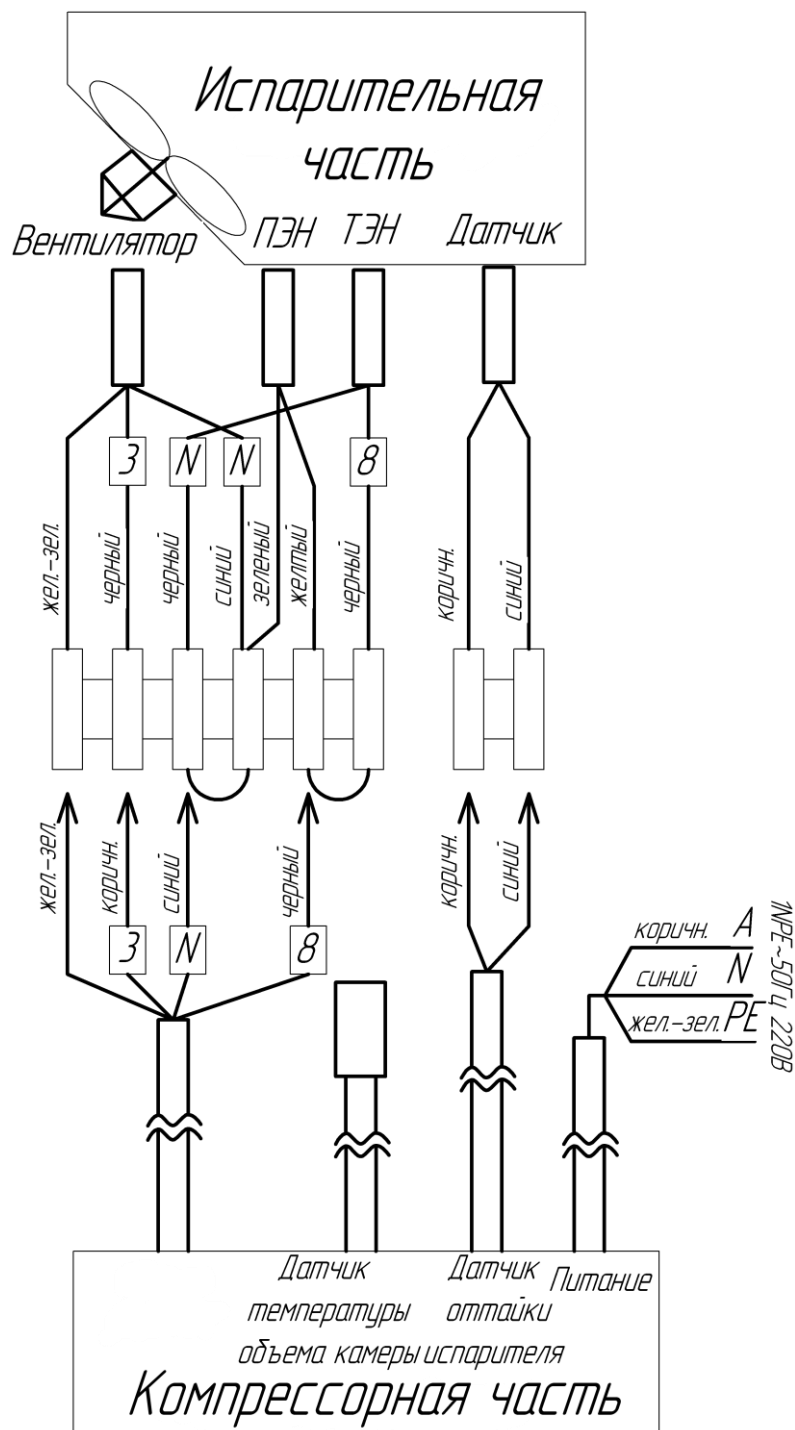

Рис.2.
5.8. Подключение компрессорно-конденсаторной части к испарительной части, производить согласно рис.2.